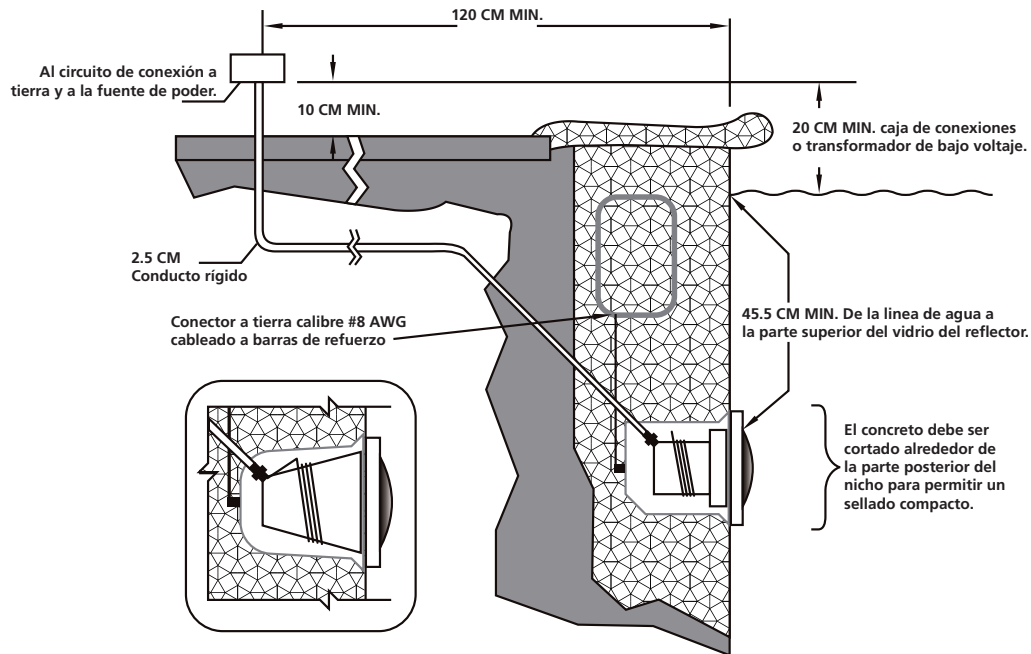

FIGURA 1.
A. El electricista debiése completar los pasos preparatorios antes de que el reflector sea instalado; vea la figura 1.
- La caja de conexiones (o para los modelos de 12 Volts, el transformador de bajo voltaje) debe ser ubicada por lo menos a 20cm sobre el nivel del agua, y al menos a 10cm del nivel del suelo y a una distancia de por lo menos 120 cm de la orilla de la piscina; vea la figura 1.
- El nicho húmedo del reflector debe ser adecuadamente instalado de manera que la orilla superior del lente del reflector este por lo menos a 45.5cm por debajo de la superficie del agua en la piscina, vea la figura 1.
- El nicho húmedo deber ser conectado electricamente de manera adecuada y conectado a tierra a través de un conector a tierra No. 8 AWG localizado en la parte trasera de el nicho; vea figura 1.
1. Cable de alimentación a través de caja de conexiones, deje al menos 120cm de cable en el reflector fijo para enrollar alrededor de la lámpara; vea la figura 1. Estos 120cm de cable alrededor de la lámpara permitirá que se le pueda dar servicio al reflector, después de que la piscina sea llenada con agua.